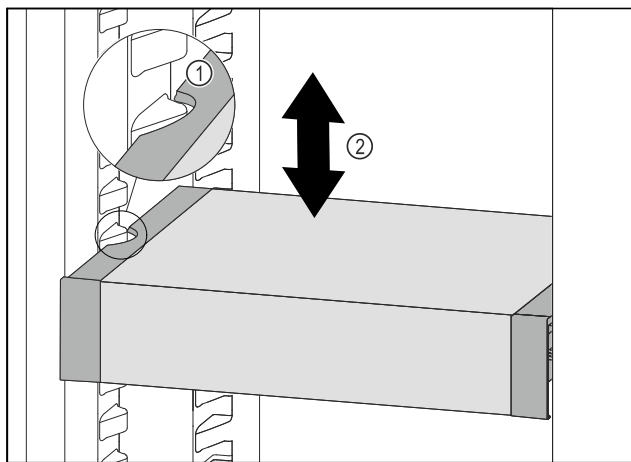

Fig. 111
- Táhněte VarioSafe dopředu, dokud nebudou boční vybrání VarioSafe na úrovni žebrování na nádoby v chladničce. Fig. 111 (1)
- Posouvejte VarioSafe v chladničce nahoru nebo dolů, dokud nedosáhnete požadované výšky. Fig. 111 (2)